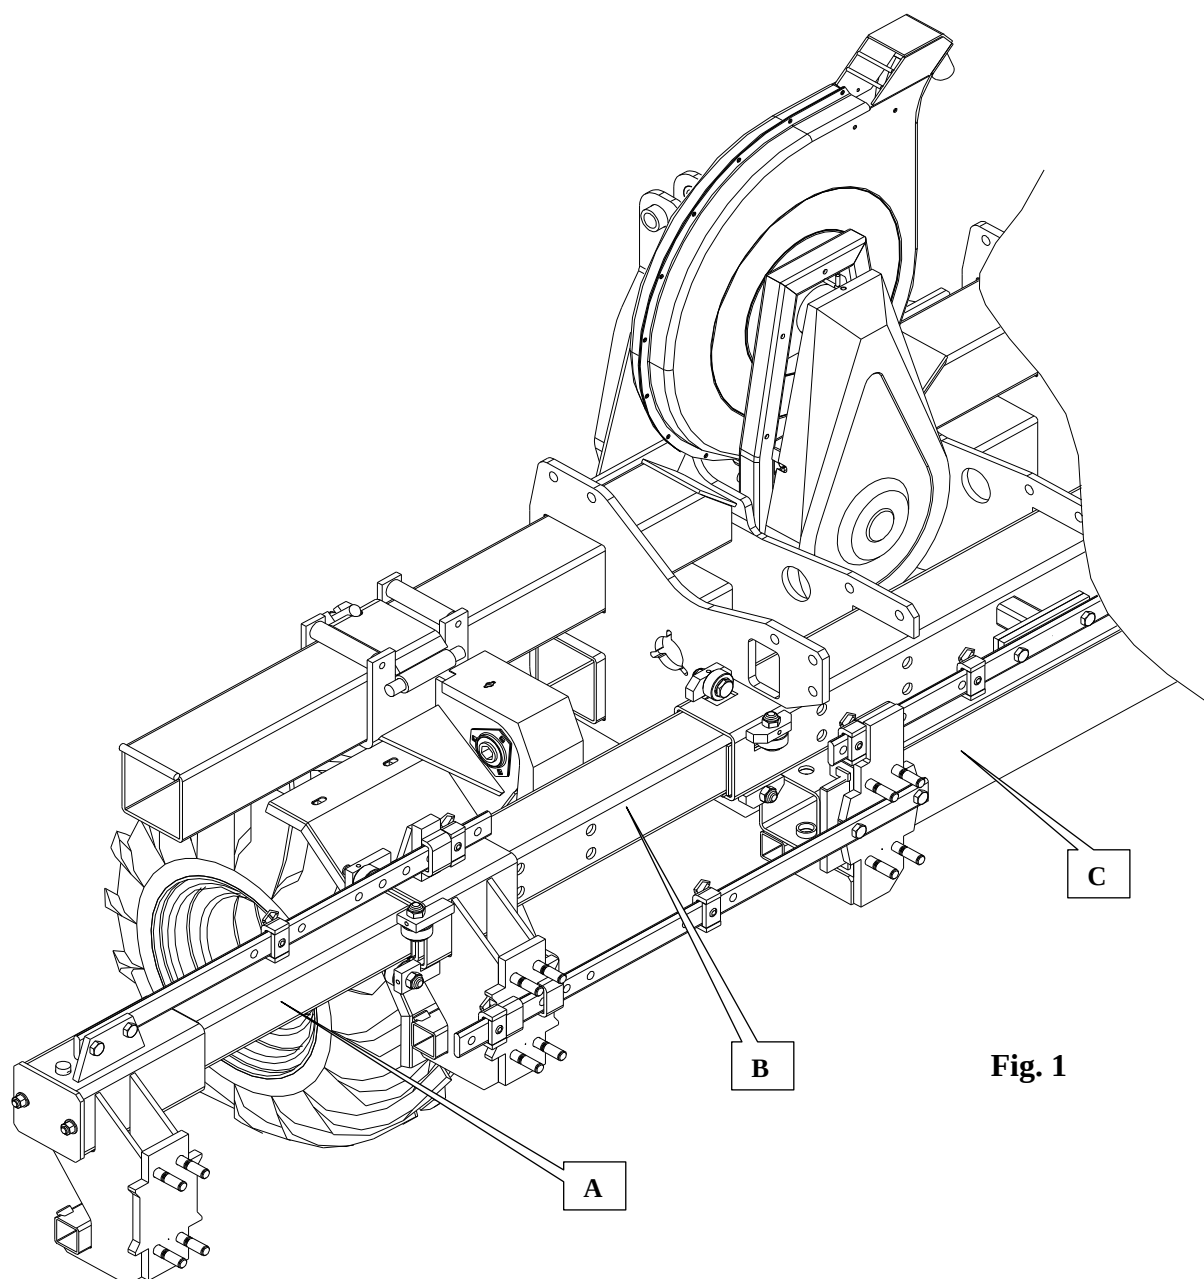
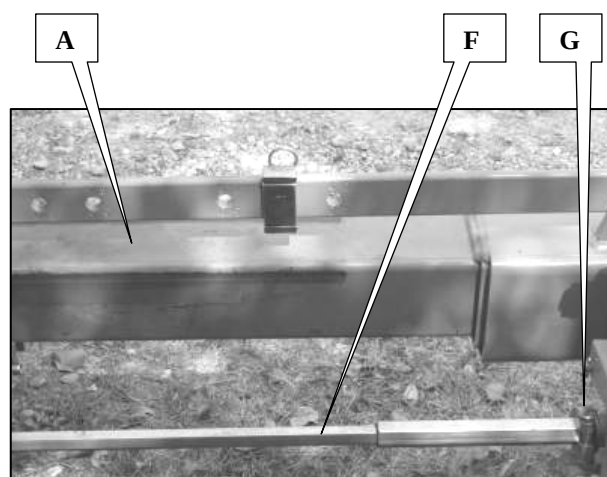

Fig. 1
Fig. 3
- 2 - Togliere il carter dalla cinghia (E fig. 3).
- 3 - Allentare le 4 viti del piano (B fig. 1) senza smontarle.
- Graisser légèrement les parties télescopiques (A et B fig. 1 et 3), les glissières des éléments n°3 et n°4 (C fig.1 et 2) et les arbres 6 pans (F fig. 3).
- Contrôler le serrage des bagues d'arbre 6 pans G (fig. 3).
- Graisser les parties télescopiques (A et B fig. 1 et 3), les glissières des éléments n°3 et n°4 (C fig.1 et 2) et les arbres 6 pans (F fig. 3). Rentrer et sortir ensuite plusieurs fois les tronçons.
- Lightly grease the telescopic sections (A et B fig. 1 and 3), the metering unit 3 and 4 runners (C fig.1 et 2) and the hexagonal shafts (F fig. 3).